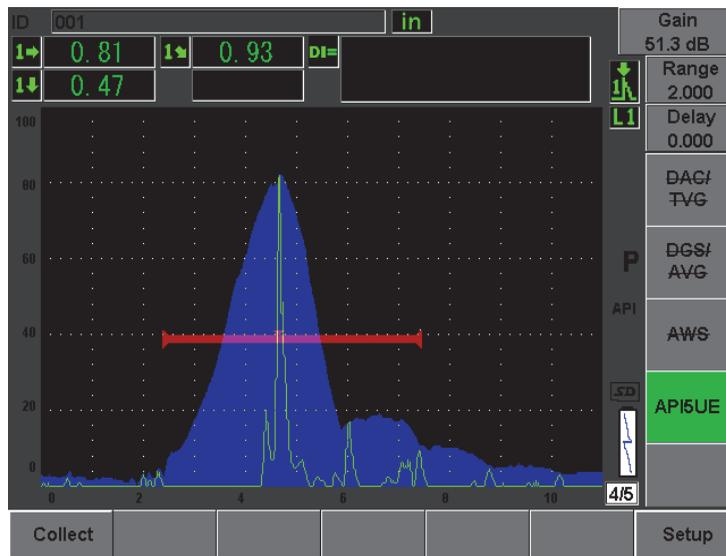

Рис. 12-23 Данные калибровки в режиме сбора данных
4. Нажмите **[P1]**, чтобы получить данные  $A_{max}$ ,  $T_1$  и  $T_2$  от огибающей (см. Рис. 12-23 на стр. 265).